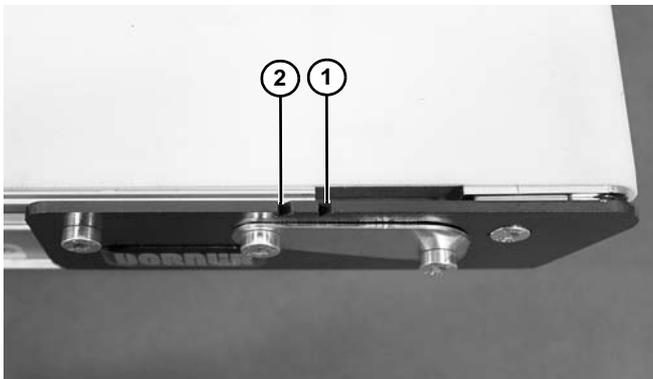

Figure 58
- Régler l'ensemble de plaque de tête de façon que le châssis du convoyeur soit aligné avec ou entre les marques de mise en tension (**Figure 58, élément 1 et 2**). Remplacer la bande si la tension correcte ne peut pas être obtenue lors de l'alignement de l'extrémité du châssis du convoyeur avec ou entre les marques. Voir REMARQUE.